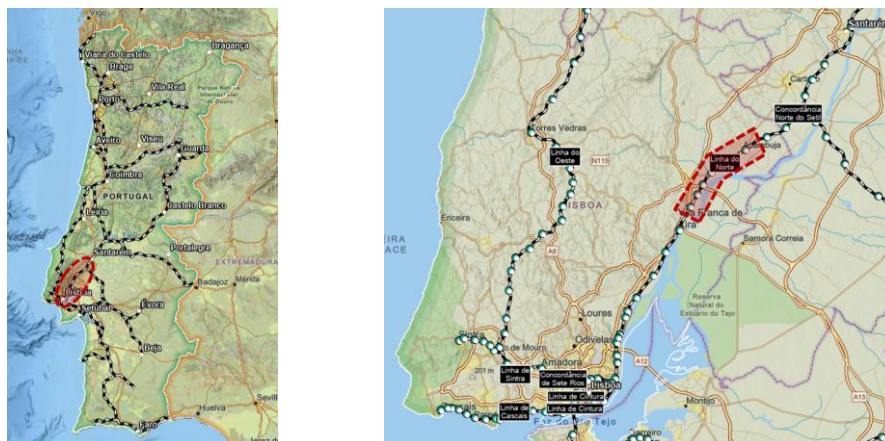

Figura 2 – Localização do troço Castanheira do Ribatejo – Azambuja na Rede Ferroviária Nacional.
Relativamente à Rede Ferroviária Nacional, o troço em estudo insere-se na Linha do Norte (Figura 2). O incremento do tráfego causado pela Linha de Sintra sobre a Linha do Norte (LN), o prolongamento da Linha do Sul até à Linha do Norte e pela inserção da nova Linha de Alta Velocidade (LAV) entre Porto e Carregado, será viabilizado com a finalização da quadruplicação da Linha de Cintura e com a instalação de via quádrupla (ou via tripla) no troço Alverca – Castanheira e de via quádrupla no troço Castanheira – Azambuja.